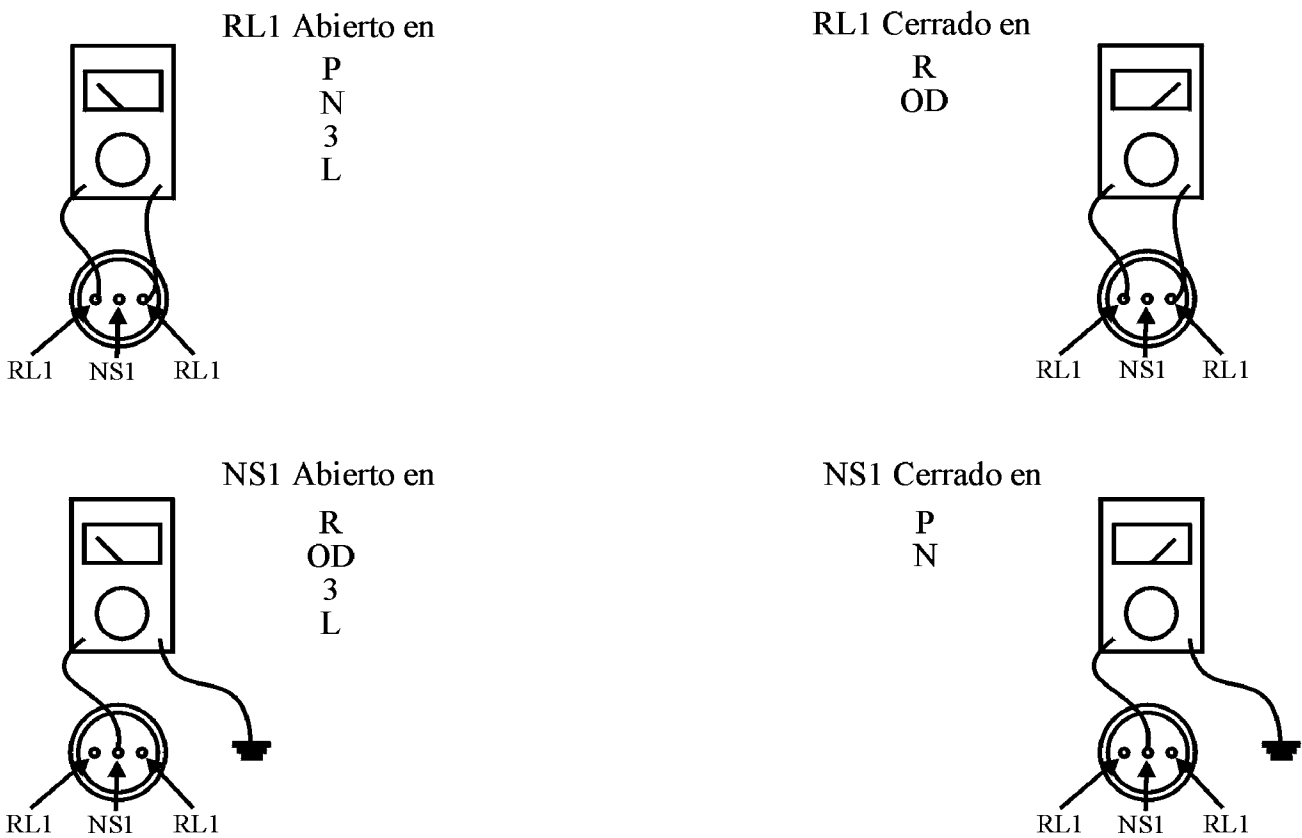
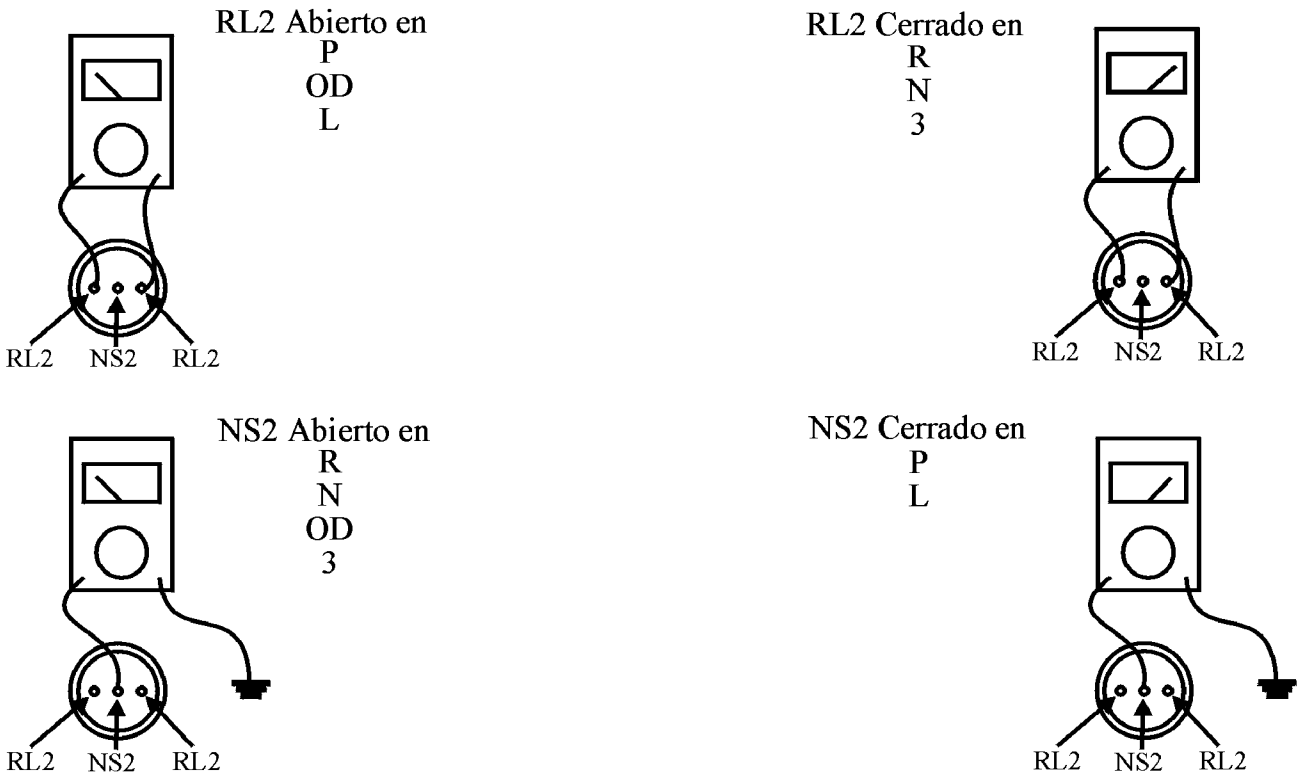

Figura 36
Figura 37
- Una vez que el circuito con la falla ha sido identificado, ese circuito en específico debe ser probado. El primer paso sería el revisar la operación de los interruptores PRNODL y Neutral con un ohmímetro. Ésto probará la integridad de los interruptores tanto como la de la leva plástica en el cuerpo de válvulas. Use la figura 36 para pruebas específicas al circuito en cuestión del interruptor Nuetral de Seguridad y la figura 37 para pruebas al PRNODL.